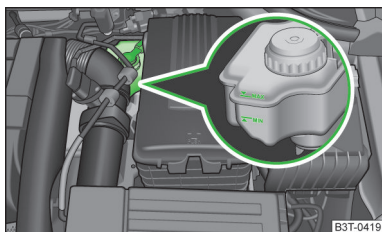

Fig. 166
- Si el nivel de líquido desciende por debajo de la marca MIN, » fig. 166 de la página 227  no siga conduciendo. ¡Existe peligro de accidente! Buscar la ayuda de un taller especializado.
- Comprobar el nivel del líquido de frenos en el depósito » fig. 166.